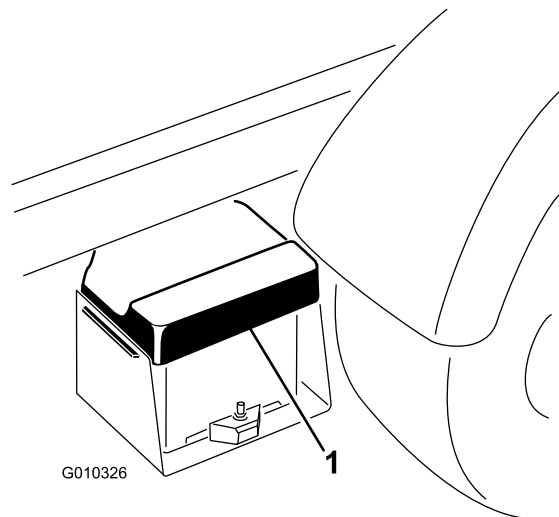

Figura 49
1. Apriete la tapa de la batería para liberar las pestañas de la base de la batería, y retire la tapa de la batería de la base de la batería (Figura 49).